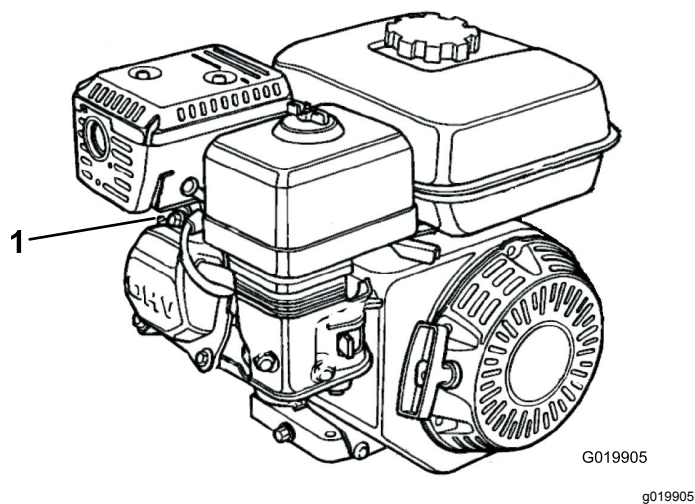

Figura 33
1. Scollegate il cappello dalla candela (Figura 33).